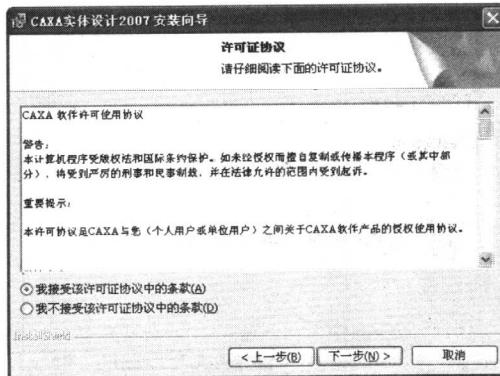

图 1-4 【许可证协议】界面
(3) 单击【下一步(N) >】按钮进入【许可证协议】界面，选中【我接受该许可证协议中的条款(A)】单选按钮，如图 1-4 所示。